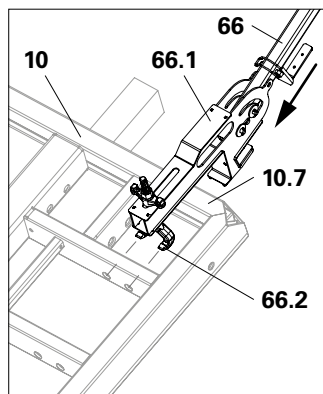

Fig. A7.25a
2. Accrocher le crochet double (66.2) de la fixation de garde-corps face coffrante (66) dans les trous d'assemblage du panneau.
- Raidisseur horizontal (Fig. A7.25a + A7.25b)